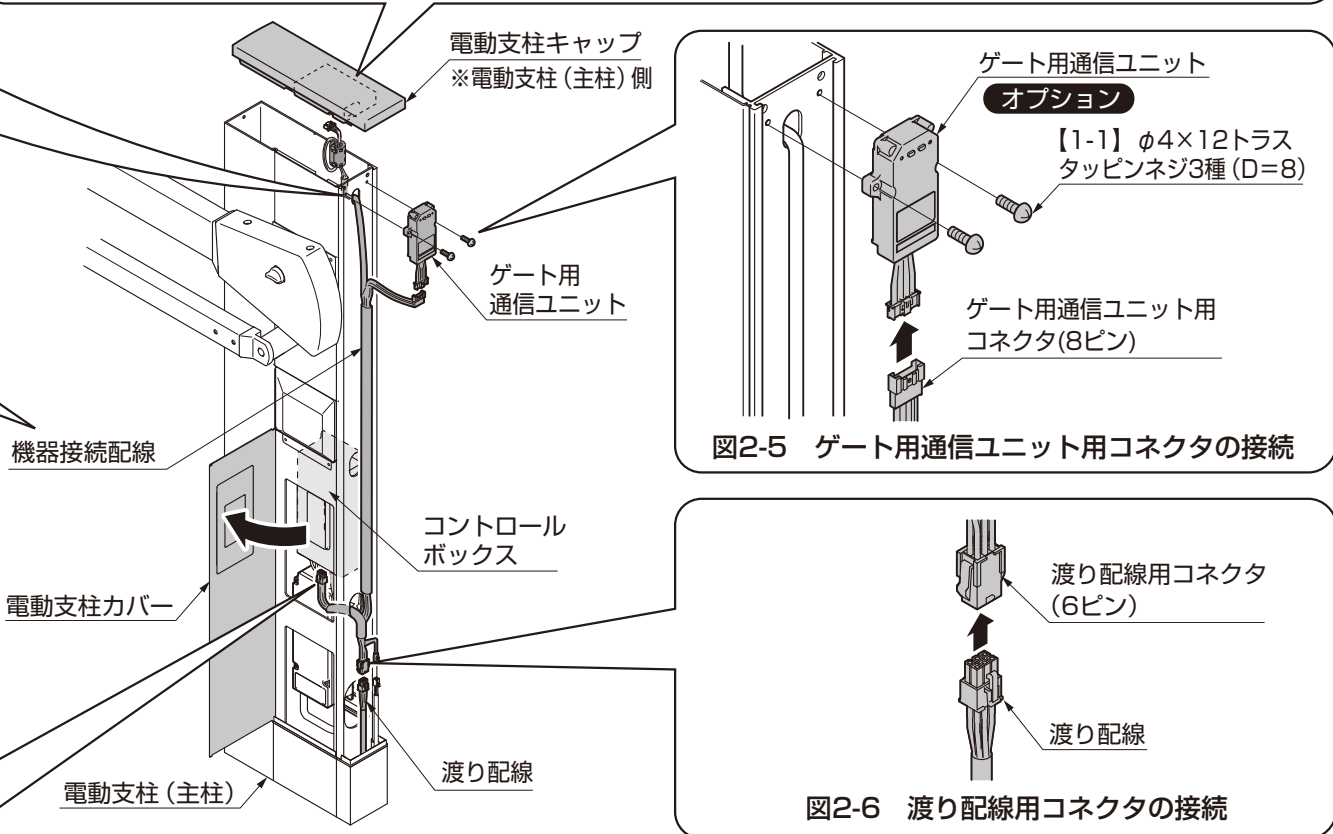

図2-6 渡り配線用コネクタの接続
- ⑥2モータの場合、渡り配線用コネクタ (6ピン) に渡り配線を接続してください。(図2-6参照)